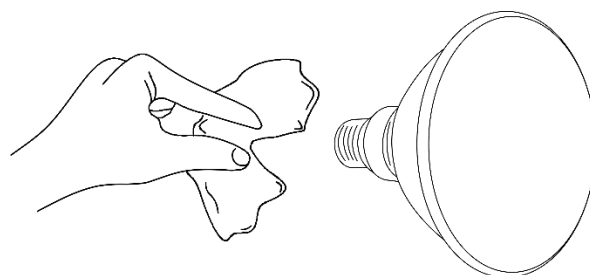

Fig. 04
- 03) Saque la bombilla de la caja y sujétela **por la base**. Lea las instrucciones de la bombilla. **No toque el cristal de la bombilla de la lámpara.** Los residuos de grasa en las manos reducen la vida útil de la bombilla. Si toca el cristal de la bombilla, límpielo con un paño limpio sin pelusas y frótelo con alcohol (Fig. 04).